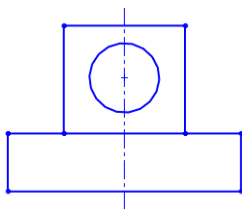

图 2-118 镜像后的图形
- 05 单击【镜像】对话框中的 【确定】按钮，完成镜像，结果如图 2-118 所示。